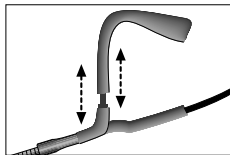
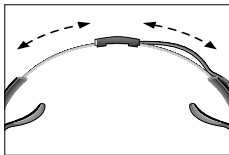

Fig. 6
Fig. 7
3. Se l'archetto dietro la nuca non è regolato in modo ottimale, potete aggiustare gli archetti sugli orecchi come indicato nella fig. 6. Spostate il reggicavo in modo che il cavo rimanga allentato (vedi fig. 7).